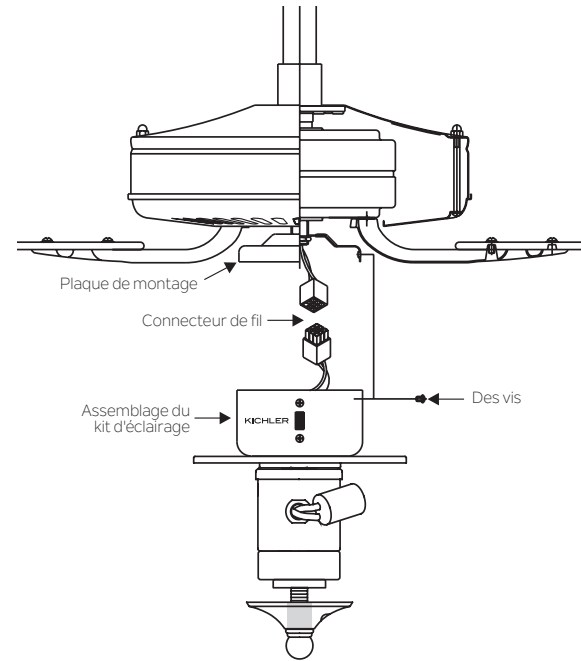

Fig.2
4. Soulevez et maintenez le kit d'éclairage près de la plaque de montage. enclenchez les fiches de connexion des fils. (Fig.2)
5. Repoussez soigneusement tous les fils dans le boîtier de l'interrupteur, puis installez le kit d'éclairage sur la plaque de montage à l'aide des 3 vis fournies. Assurez-vous de serrer toutes les vis. (Fig.2)